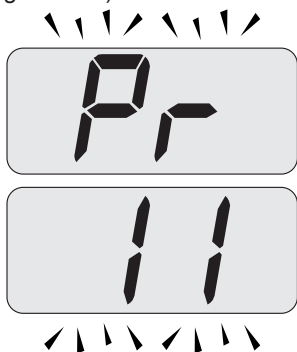

Figura 5.53
- Scorrere i vari parametri utilizzando i tasti 17o 18 fino a far apparire sul display LCD le lettere **Pr** che si alternano con il codice **11**, indicanti l'entrata nel "parametro 13"(Figura 5.53).
- Premendo contemporaneamente i tasti 16e 17(Figura 5.51) si esce senza modificare il valore (ritorno alla lista parametri Figura 5.53)